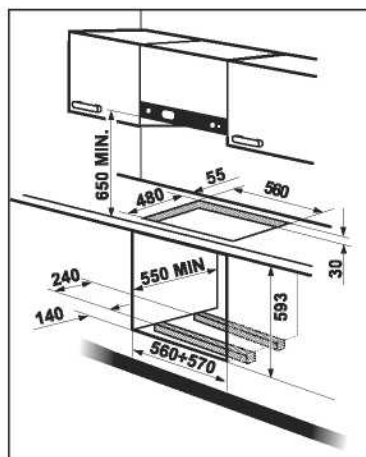

Fig. 5
**Gaz lichid:** folosiți un suport de cauciuc «D» (Fig. 5). Folosiți întotdeauna o gamitură de etanșare «B». Apoi efectuați racordarea la sursa de gaz. Furtunul flexibil trebuie fabricat în așa fel, astfel încât:
- Cu ajutorul unei chei tubulare de 7, deșurubați și îndepărtați injectoarele (Fig. 5) și înlocuiți-le cu cele necesare pentru tipul de gaze care se utilizează (vezi tabelul 2: Injectoare).